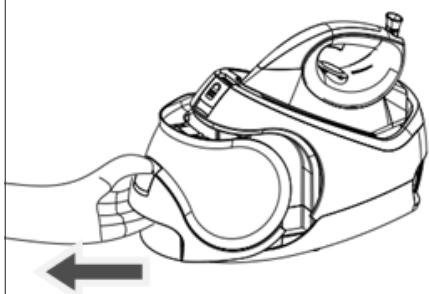

Fig.2.
- Respetar la indicación de nivel MAX. (Fig.2)
- Llenar el depósito respetando el nivel MAX (P) (Fig.1 + Fig.2).